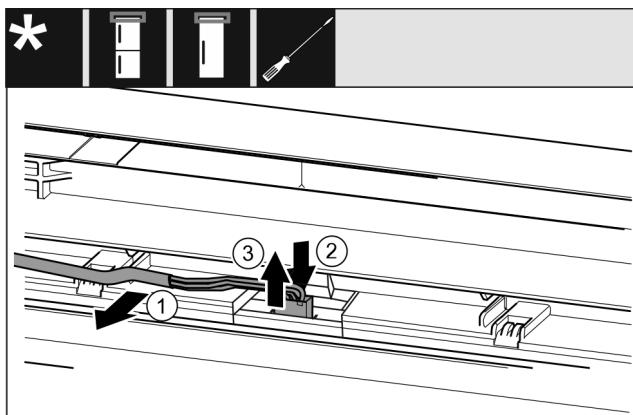

Fig. 10
- Sivý kábel opatrne uvoľnite z vedenia vo dverách. Fig. 10 (1)
- Sponu za zástrčkou potlačte dozadu. Fig. 10 (2)
- Zástrčku opatrne vytiahnite nahor. Fig. 10 (3)